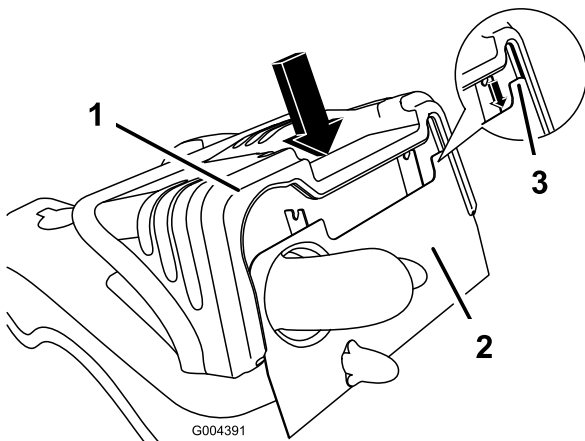

Bild 27
1. Richten Sie zum Einbau der Motorhaube den Schlitz in der Haube mit dem Rahmen aus und senken Sie die Haube vorsichtig auf den Rahmen ab (Bild 27). Stellen Sie sicher, dass der Rahmen richtig in der Kerbe der Motorhaube sitzt, bevor Sie die Haube runterdrücken. Drücken Sie die Haube vorsichtig nach unten, um den Befestigungsstift einzurasten.